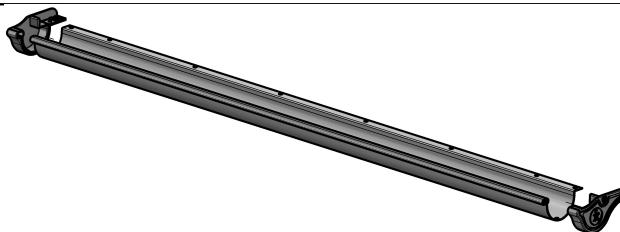

Рис. 13
4.6.3. На сборку по п. 4.6.2. надеть накладки лотка правую (поз. 1, пакет №5), левую (поз. 1, пакет №6), см. рис. 13.